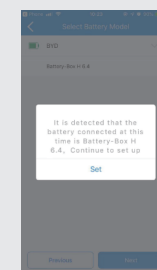

Fig. 7
**F** In PV Master, alla voce «Seleziona il modello di batteria» selezionare il tipo di batteria utilizzato nel proprio sistema, altrimenti la comunicazione con la batteria non sarà possibile (vedere Fig. 7).